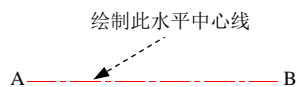

图 17.2.2 绘制水平中心线
(1) 绘制图 17.2.2 所示的水平中心线。在“图层”工具栏中选择“中心线层”图层;选择下拉菜单 **绘图(D)** **→** **直线(L)** 命令,选择点 A 作为中心线的起点;在系统状态栏中按下 **正交** 按钮,打开正交模式,然后在命令行中输入下一点的相对坐标值 (@160,0),按两次 Enter 键。